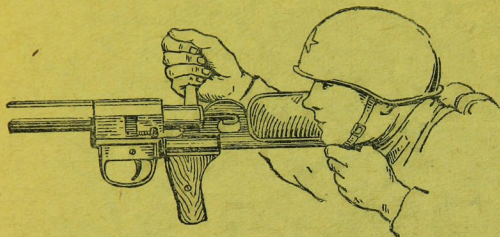

Рис. 14. Открывание затвора
1. Открыть затвор, повернув его за рукоятку влево вверх, и отвести назад (рис. 14).